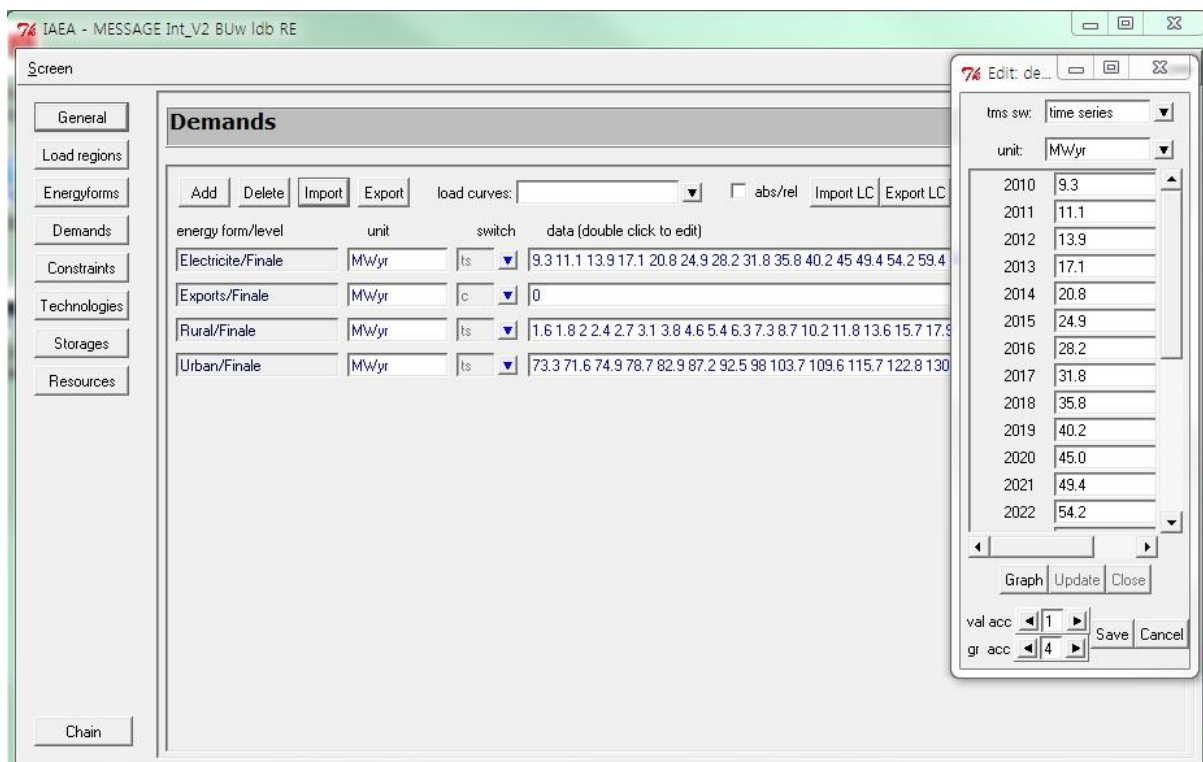

Figure 5. Windows for modifying demand data in the demand table Figure 5. Fenetre pour modifier les données de la demande sur le tableau de la demande
- a. Click “Demands” and you will see annual final electricity demand defined for different sectors (Figure 5).
Cliquez sur “Demands” et vous aller voir la demande annuel d’électricité final pour chaque secteur (Figure 5)